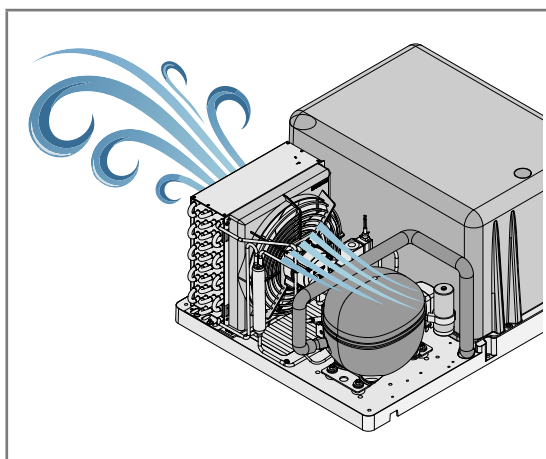

Abb. 6.7 - Reinigung des Kondensators
- Es wird empfohlen, einen Druckluftstrahl zu verwenden und von innen nach außen zu blasen (Abb. 6.7), wobei ein ausreichender Abstand einzuhalten ist, um Schäden an den Komponenten zu vermeiden.